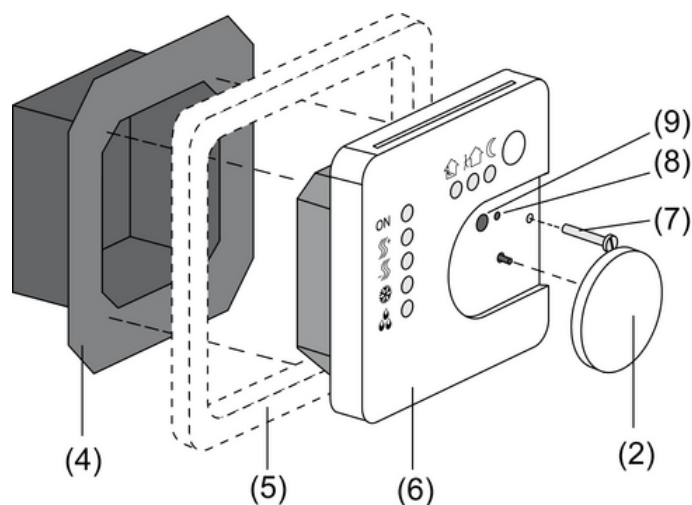
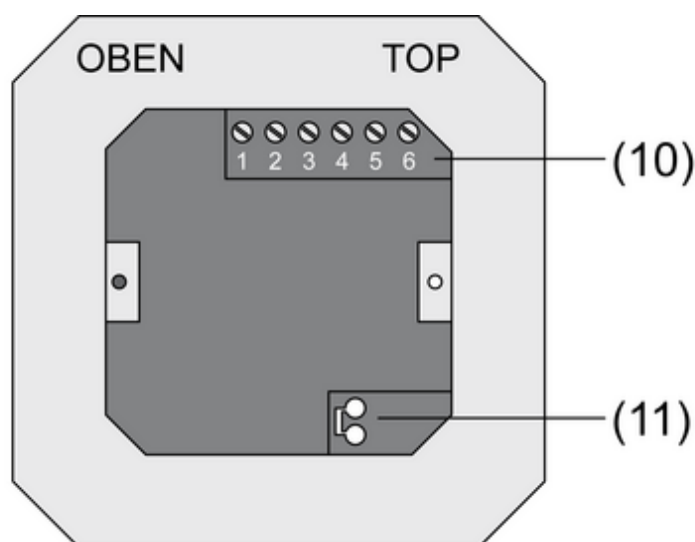
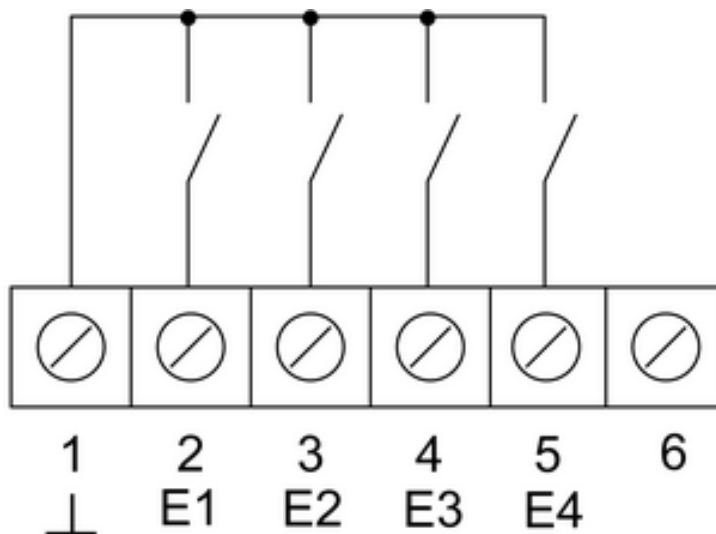
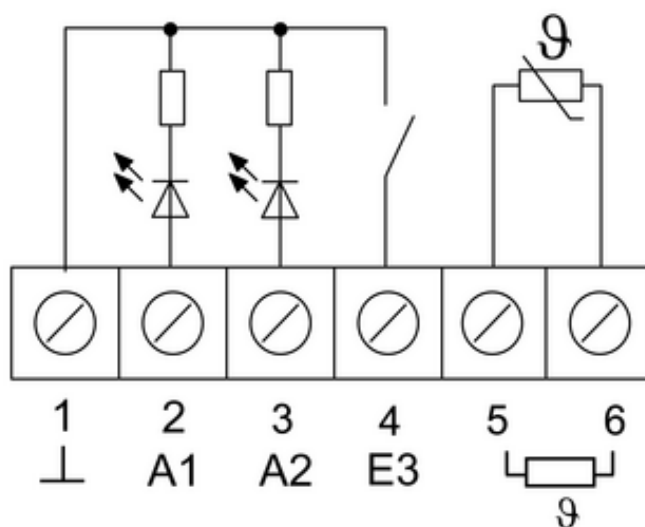

Figura 2
Figura 3
Figura 4
Figura 5
- (4) Inserto morsetti
- (5) Telaio design
- (6) Modulo elettronico
- (7) Vite di sicurezza
- (8) LED di programmazione
- (9) Tasto di programmazione
- Staccare l'inserto morsetti (4) dal modulo elettronico (6) (figura 2).
- Collegare il cavo bus al morsetto di collegamento (11) nell'inserto morsetti (figura 3).
- Ingressi binari **E1...E4**: connettere i contatti finestre, i tasti di chiusura o apertura ai morsetti **1 e 2...5** (figura 4) della morsettiera (10) (figura 3).
- Uscite binarie **A1...A2**: connettere i LED o relè elettronici ai morsetti **1 e 2, 3** (figura 5) della morsettiera (10) (figura 3).
- Connettere la sonda di temperatura esterna ai morsetti **5 e 6** (figura 5) della morsettiera (10) (figura 3).
- Installare l'inserto morsetti (4) (figura 2) nella scatola apparecchi sotto intonaco. Fare attenzione scritta **OBEN / TOP**. La connessione bus deve essere a destra (11) (figura 3).
- Applicare il telaio design (5) sull'inserto morsetti (4) (figura 2).
- Posizionare correttamente il modulo elettronico (6) sull'inserto morsetti (4) (figura 2).
- Rimuovere la rotellina di regolazione (2) (figura 2).
- Fissare il modulo elettronico con la vite di sicurezza (7) (figura 2).
- Riposizionare la rotellina di regolazione (2) (figura 2).
- Premere il tasto programmazione (9) (figura 2).
Il LED di programmazione (8) s'illumina (figura 2).
Il LED di programmazione (8) si spegne (figura 2).